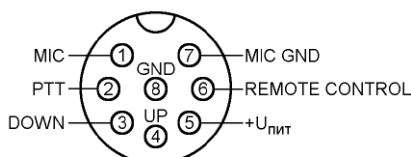

Рис. 1
Первоначально предполагалось использовать маяк только на УКВ. Подавляющее большинство УКВ радиостанций имеют лишь телефонный режим работы с частотной модуляцией (FM), поэтому для подключения устройства, превращающего радиостанцию в радиомаяк, был выбран её микрофонный разъём. Как правило, на этот разъём кроме микрофонного входа (MIC) выведена цепь переключения радиостанции с приёма на передачу (PTT), а также постоянное напряжение для питания подключаемых устройств (от 5 до 12 В у разных моделей). На рис. 1 показано назначение гнезд микрофонного разъёма радиостанции Alinco DR-130, которую решено было превратить в маяк.